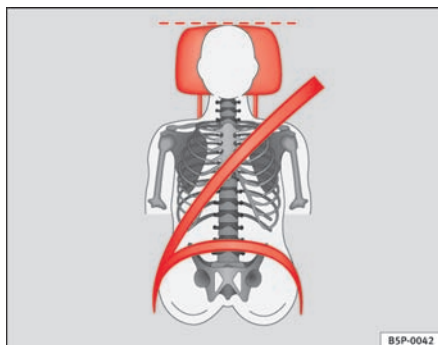

Fig. 13 Korrekt placering af sikkerhedssele og hovedstøtte set forfra
- Sikkerhedsselels skulderdel skal sidde midt på skulderen og aldrig hen over halsen. Sikkerhedssele skal sidde fladt og tæt ind til overkroppen ⇒ side 25, fig. 13.